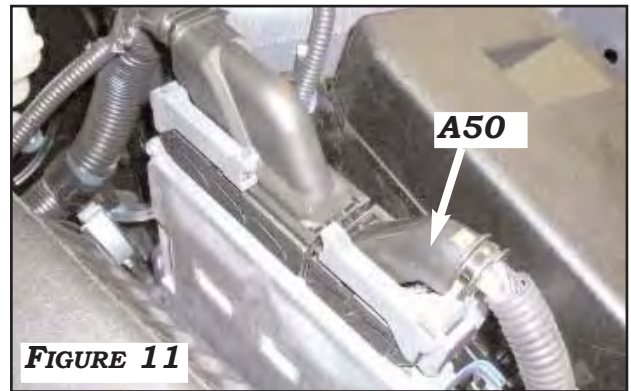

FIGURE 11
1. LOCATE CONNECTOR **A50** ON THE ECM AT DRIVER SIDE IN THE ENGINE COMPARTMENT. RELEASE CONNECTOR FROM THE ECM AND REMOVE THE PLASTIC COVER. **FIGURE 11.**